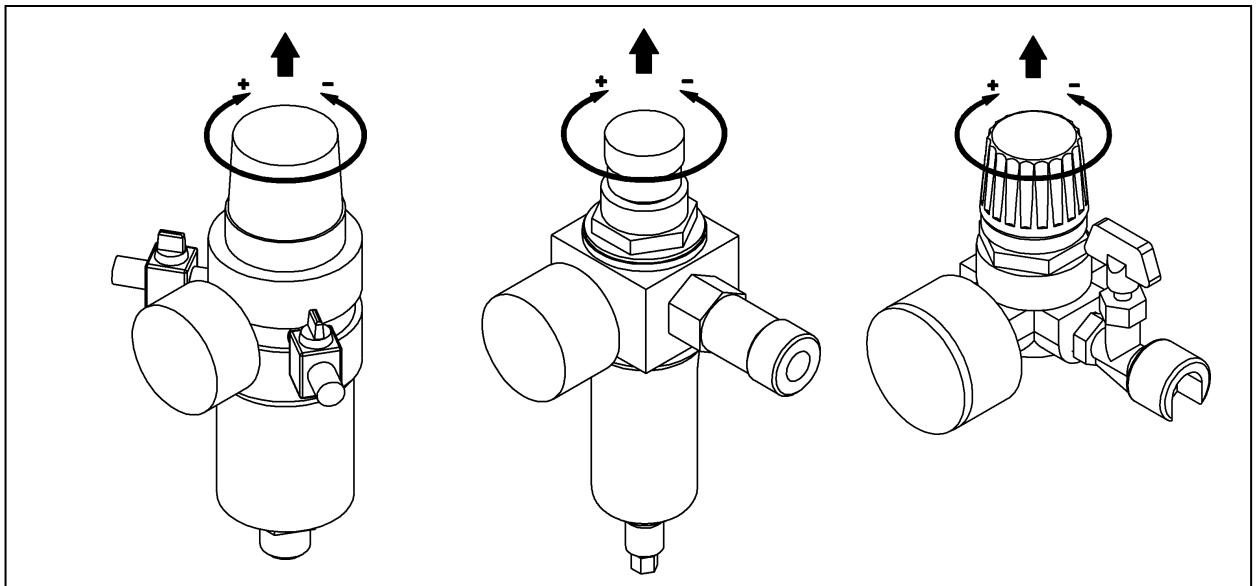

Abbildung 3
7.3.1 Der Druck in den angeschlossenen pneumatischen Geräten wird durch den Druckregler auf folgende Weise (**Abbildung 3**) geregelt: